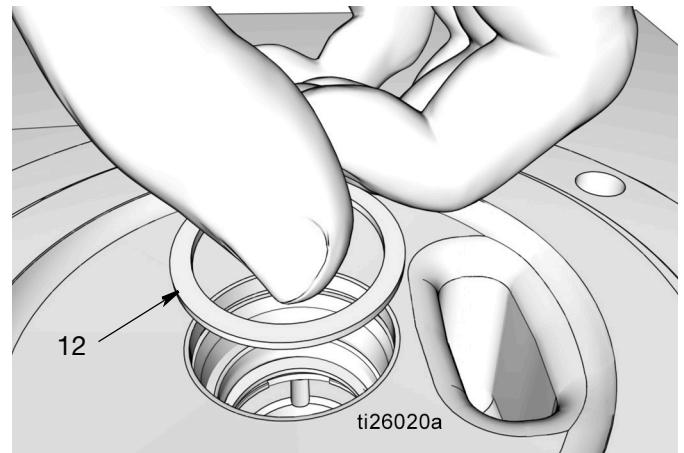

FIG. 35
- g. Coloque el espaciador (12) (FIG. 35).